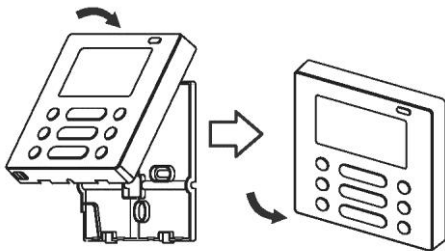

Fig. 3-11
- Dopo aver regolato la scatola superiore e averla fissata, evitare di bloccare il cablaggio durante l'installazione. (Fig. 3-11)